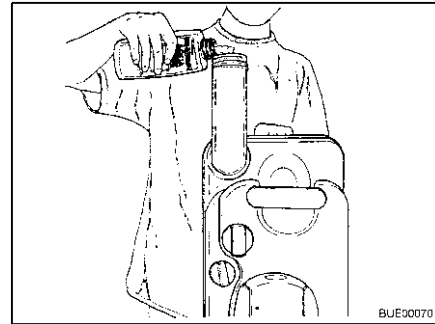

Bild 154 Sanitärflüssigkeit einfüllen
- Angegebene Menge Sanitärflüssigkeit in den Fäkalientank füllen (Bild 154).